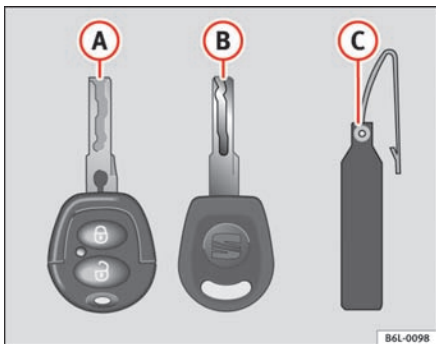

Fig. 45 Nøglesæt
- en nøgle med fjernbetjening ⇒ fig. 45 A (nøglen kan klappes ud)\*
Det er ikke muligt at få lavet ekstranøgler uden nøglenummeret på nøglevedhængen ⇒ fig. 45 B. Derfor skal du være opmærksom på følgende: